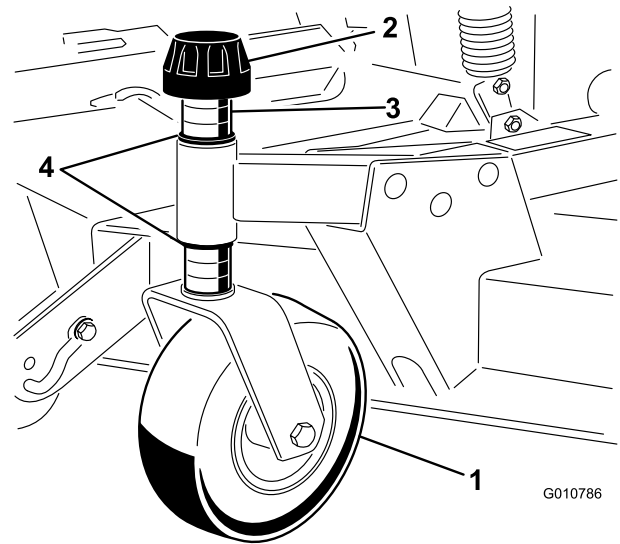

Figura 9
1. Retire a tampa de fixação do eixo roscado e desloque o fuso para fora do braço da roda giratória frontal (Figura 9).